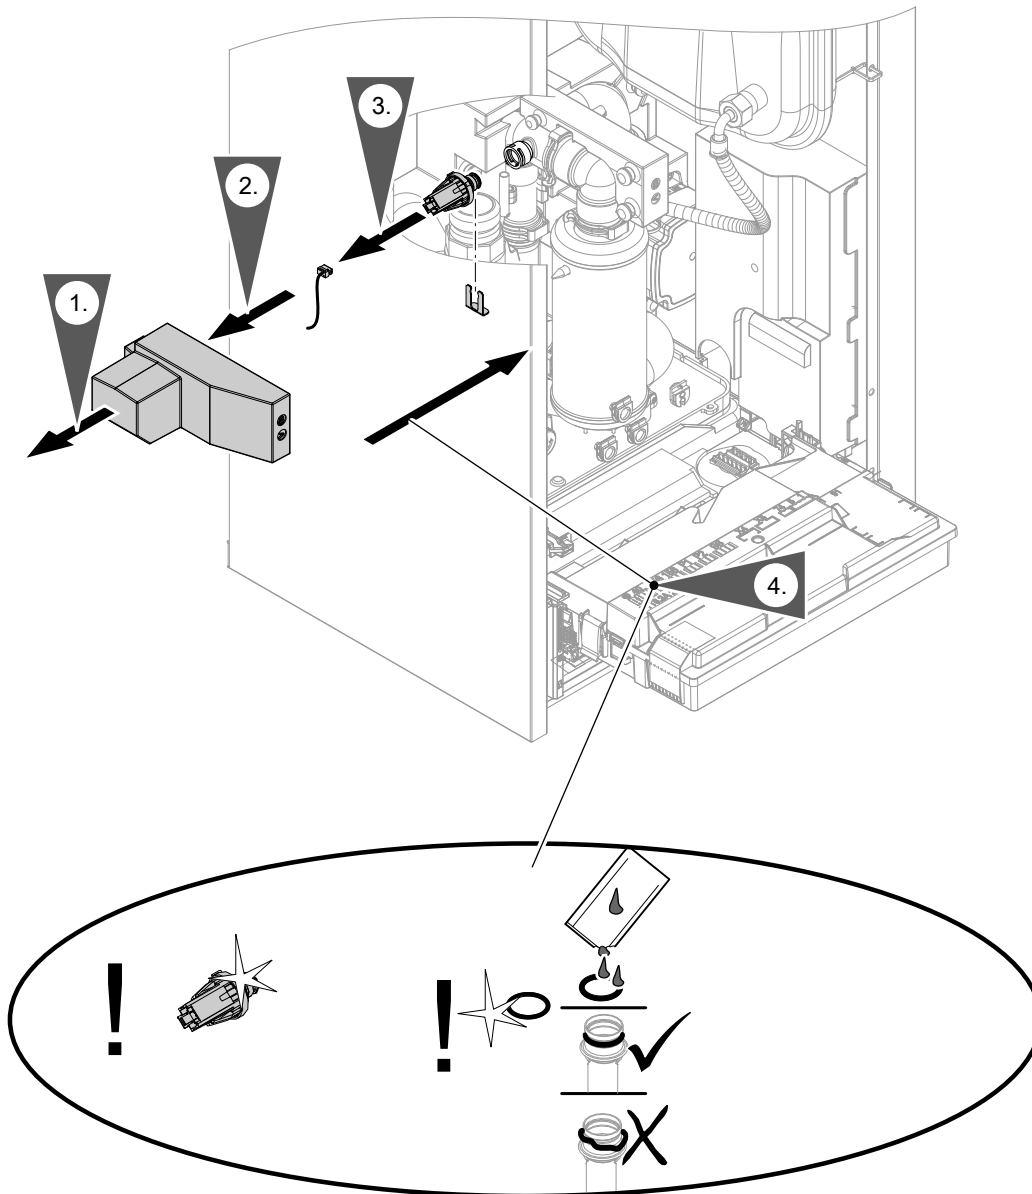

Abb. 90
- Wasserdrucksensor: Siehe Abb. 90.